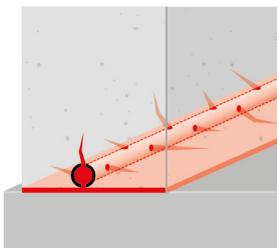

Fig. 1
- Poser **tuyau flexible d'injection WEBAC®** le plus près possible du centre dans le composant (Fig. 1)